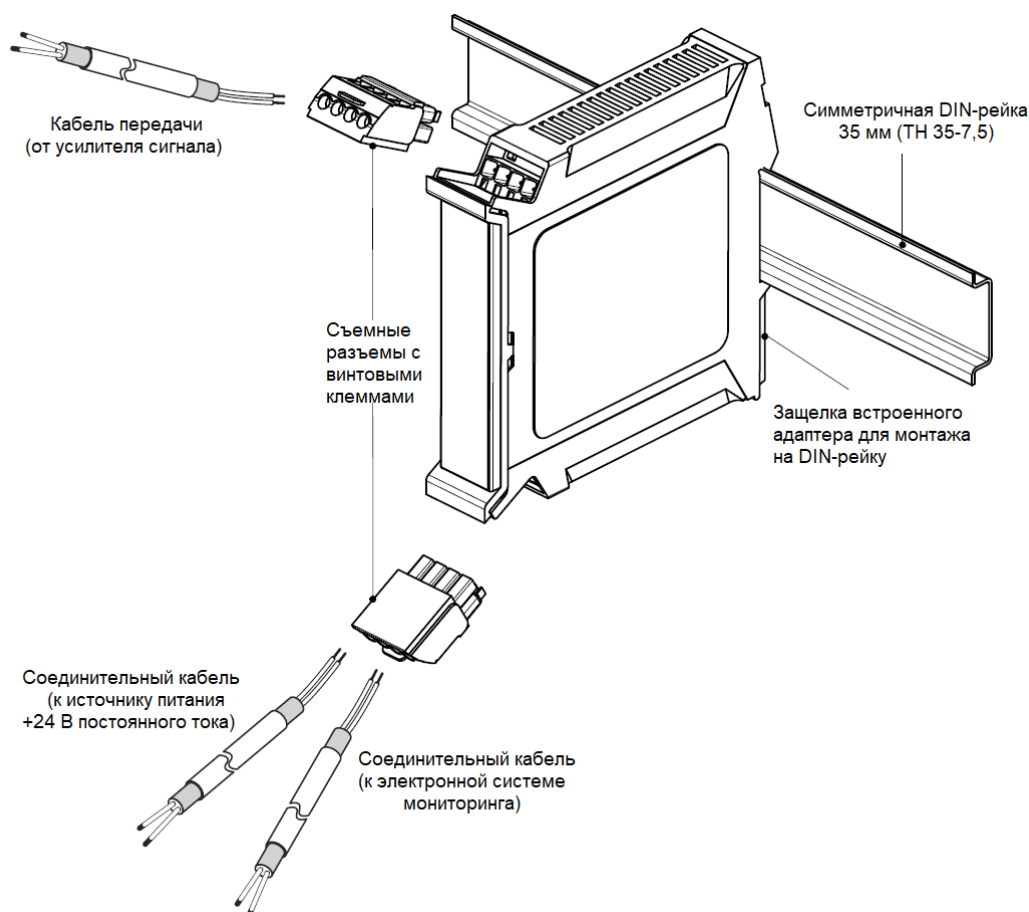
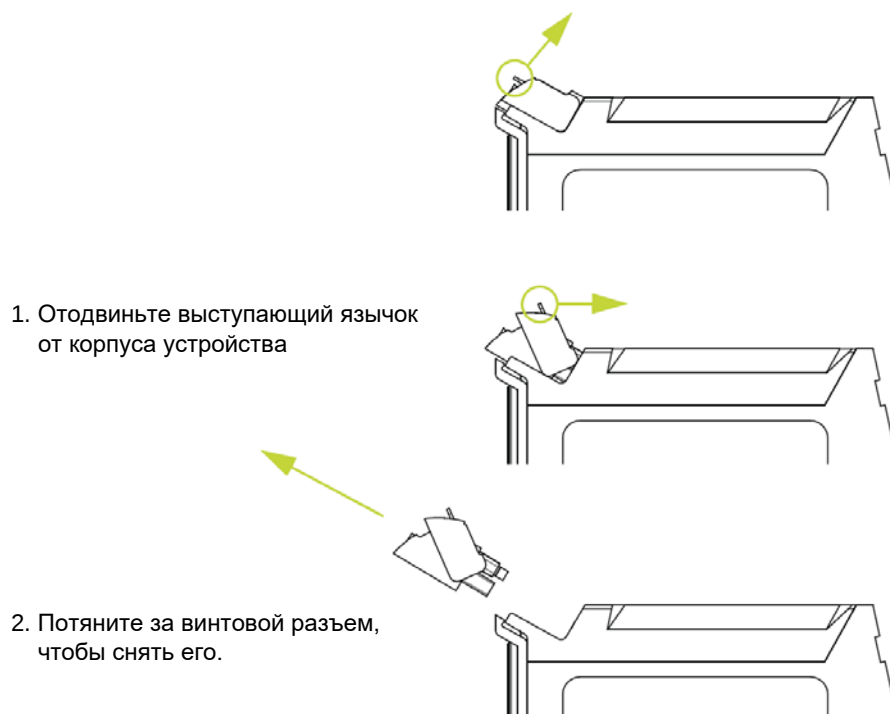

Рис. 5-1: Блок гальванической развязки GSI127 на DIN-рейке (показан с соединениями для 2-проводной передачи тока)
Рис. 5-2: Удаление разъема с винтовыми зажимами из основного корпуса блока GSI127
Блок гальванической развязки GSI127 должен устанавливаться на симметричную DIN-рейку шириной 35 мм, такую как TH 35-7.5 (см. Рис. 5-1), и обычно он монтируется в промышленном корпусе, стойке или шкафу.
Как показано на Рис. 5-1, GSI127 обычно устанавливается правой стороной вверх (с защелкой монтажного адаптера в нижней части устройства), но его также можно установить вверх ногами (перевернутым, с защелкой монтажного адаптера в верхней части устройства) для удобства установки и подключения.
- 1- Отодвиньте выступ на передней части разъема с винтовой клеммой (который действует как рычаг) от основного корпуса устройства, чтобы преодолеть удерживающее усилие и отделить разъем с винтовой клеммой и устройство (см. Рис. 5-2). Приложите достаточное усилие, чтобы отделить разъем от корпуса устройства примерно на 5 мм.
Кабель передачи от схемы датчика на стороне вихретоковых преобразователей (усилитель сигнала IQS900) и соединительный кабель к схеме на стороне монитора подключены к блоку гальванической развязки GSI127 с помощью съемных разъемов с винтовыми клеммами (см. Рис. 5-1 и Рис. 5-2).